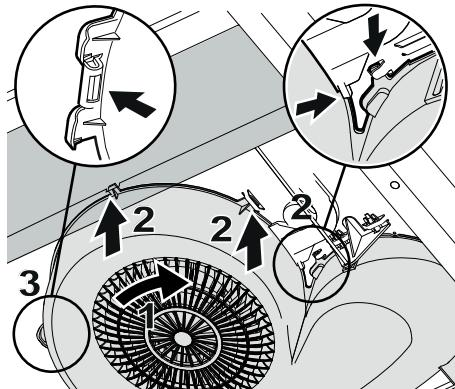

Fig.8
Se till att alla snäppen passar mot spisfläkten flikar. Vrid in fläkthuset (1) i flikarna (2). Tryck tillbaka fläkthusets snäppa i fliken (3). Fig.8